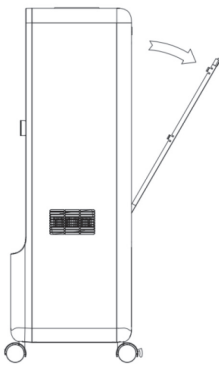

Imagen 1
- Saca la pantalla de filtro (ver imagen 1).